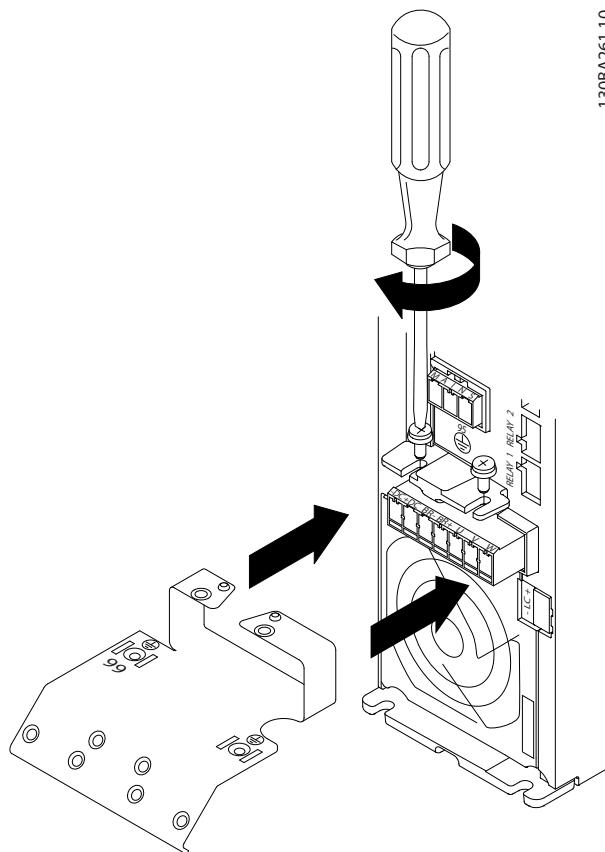

Рисунок 3.8 Установка монтажной пластины
1. Задвиньте монтажную пластину на место и затяните 2 винта, как показано на *Рисунок 3.8*.